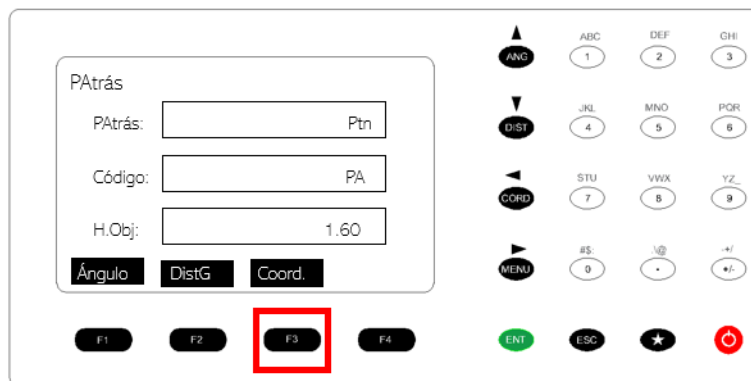

Figura 52. Configuración de la estación total.
30. Para verificar que la orientación quedó guardada, presionar el botón F3. Med, presionar F3. Coor y verificar que las coordenadas sean las mismas que las registradas con anterioridad. Figura 52 y 53.